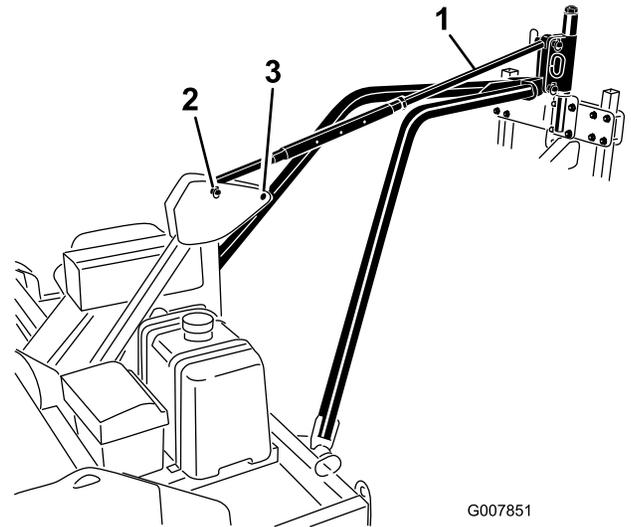

Figura 14
5. Alinhe o furo na placa de engate do braço de reboque com os furos inferiores no engate articulado do aerificador (Figura 14). Prenda a placa de engate do braço de reboque com um pino de articulação e pino de sujeição.
7. Prenda a ligação de controlo do pino aos furos superiores ao engate articulado do aerificador e estrutura articulada do engate com pinos de articulação e pinos de sujeição (Figura 14).